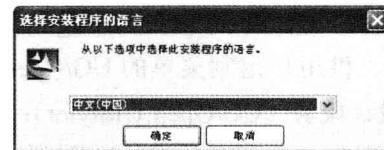

图 1-2 选择语言
Step 02 单击 Install UGS License Server 按钮，安装 License 服务，将出现如图 1-2 所示的“选择安装程序的语言”对话框，单击“确定”按钮进行下一步操作。